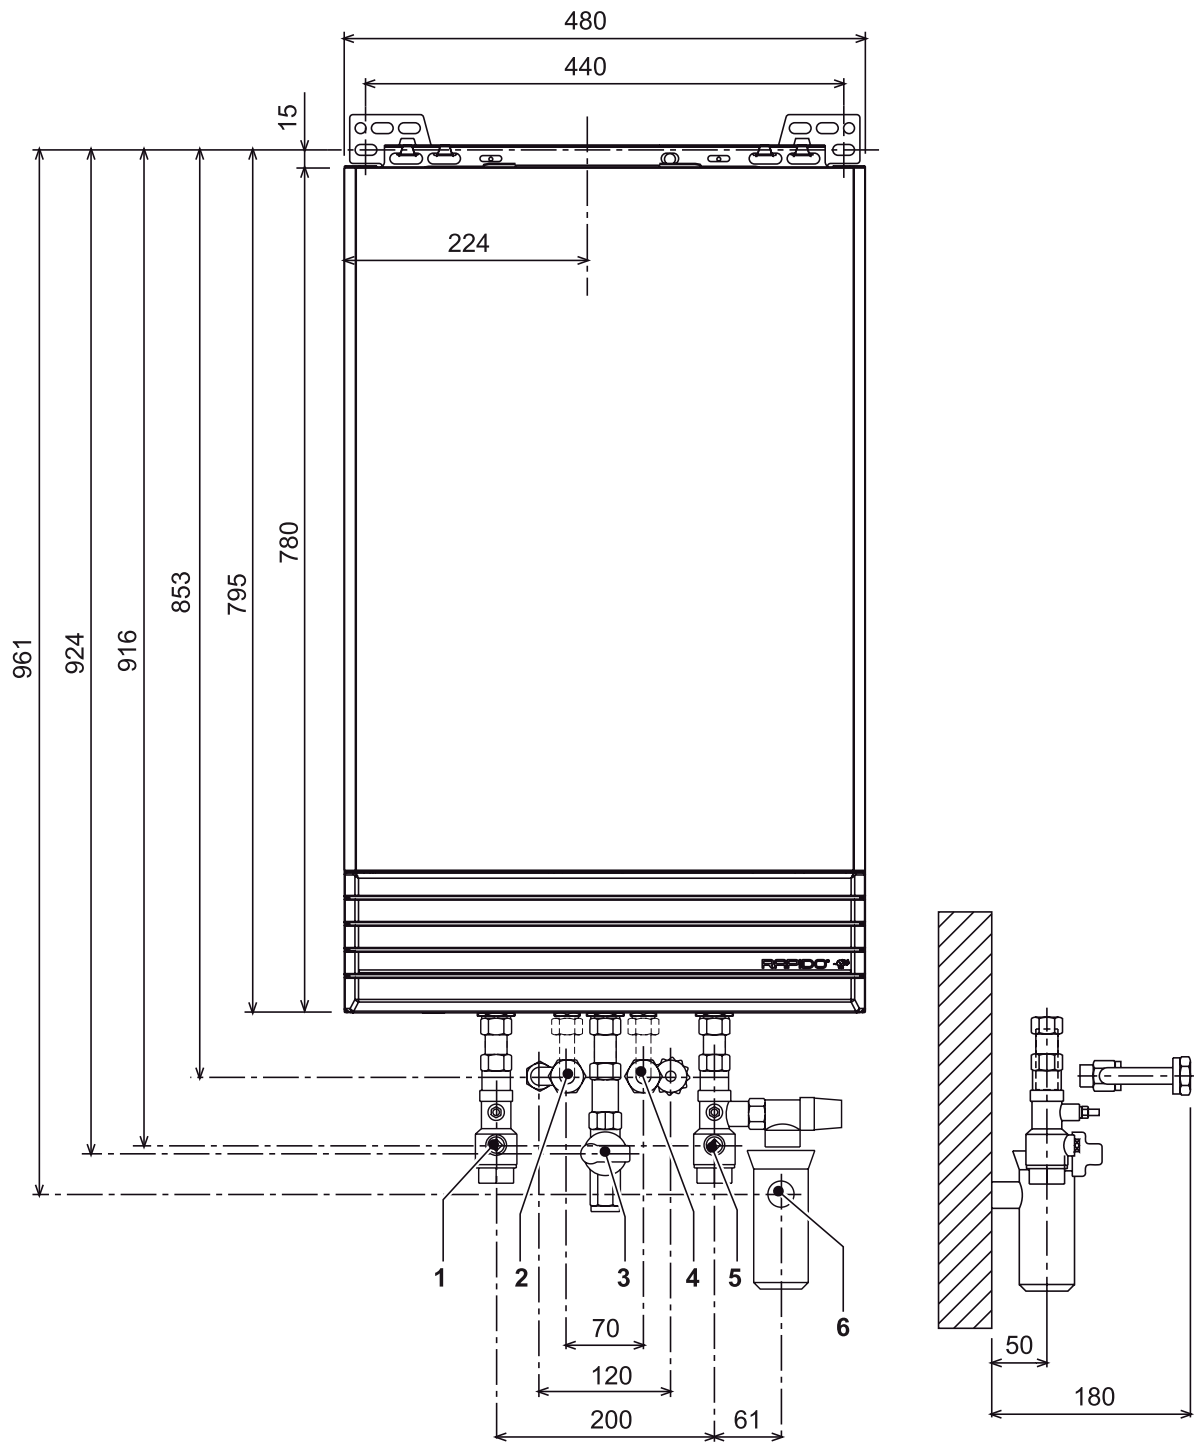
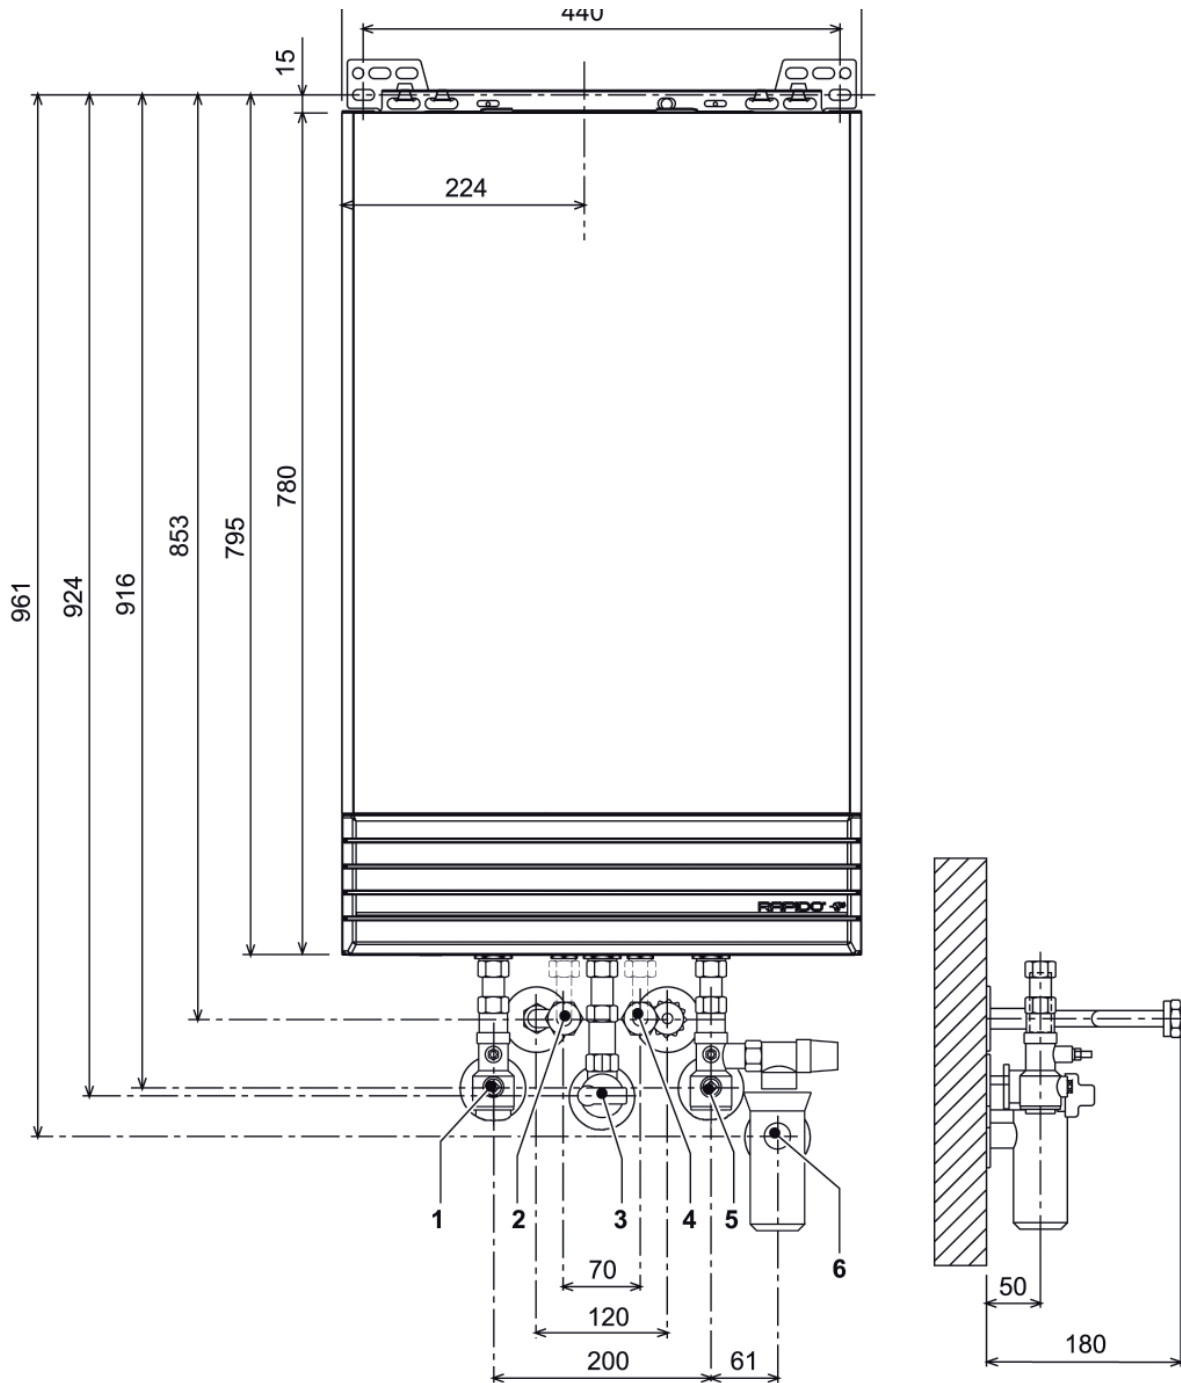

Abb. 19
Abb. 20
- Bei der Installation der Rohrleitungen und des Rapido - Anschlusszubehöres beachten Sie die Maße in Abb. 19 bzw. Abb. 20.
- Montieren Sie die Montageschiene entsprechend der Maße in Abb. 19 bzw. Abb. 20 an die Wand.